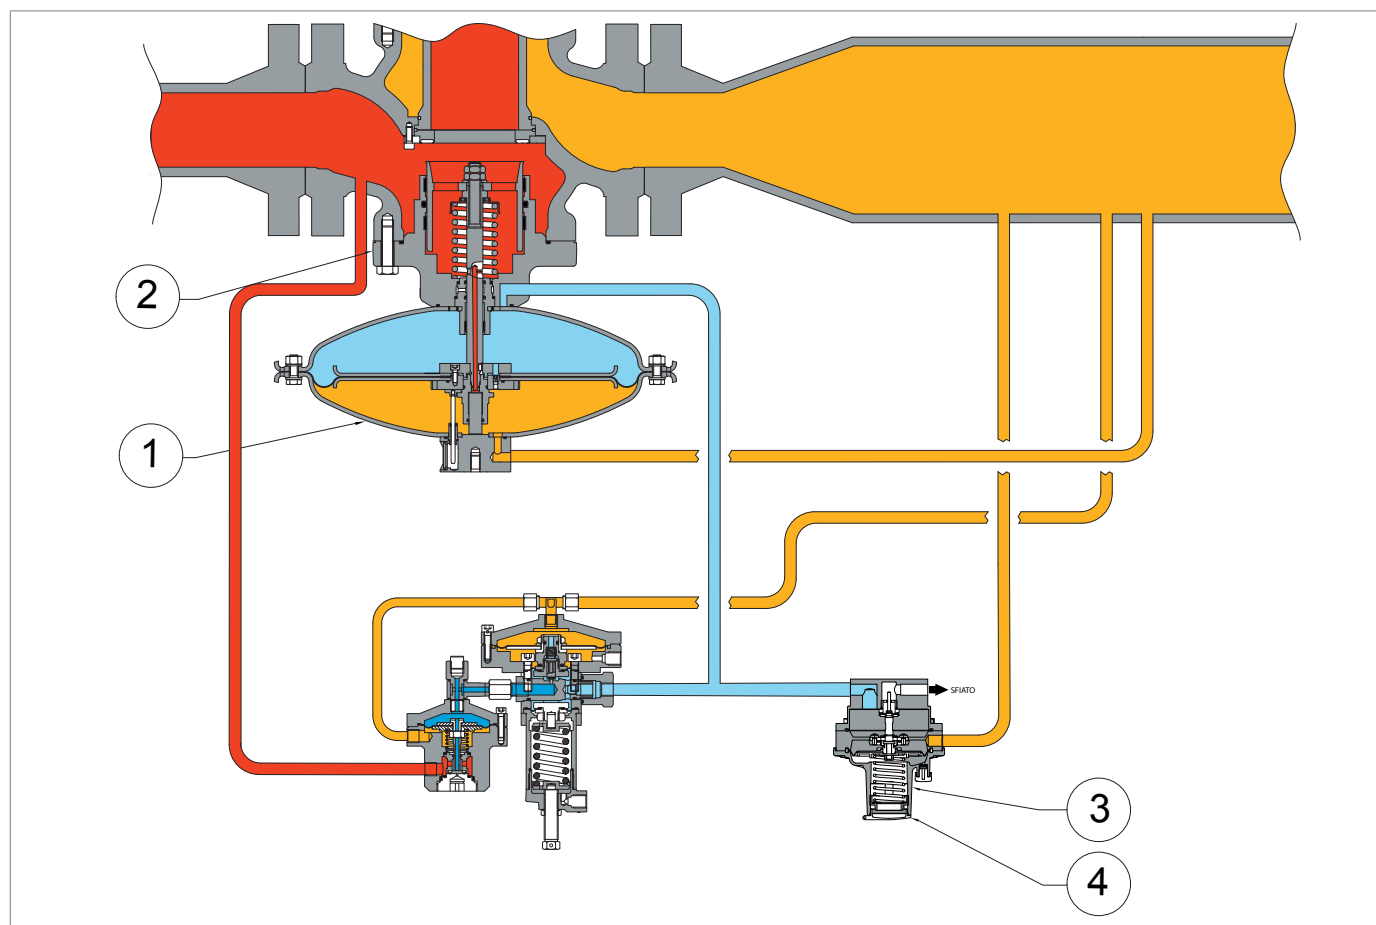

Рис. 4.9. Ускорительный клапан V/25
- V/25 (3, Рис. 4.9), при давлении на выходе (Pd) до 0,6 бар
- регулировочная кольцевая гайка (4, Рис. 4.9) для клапана V/25